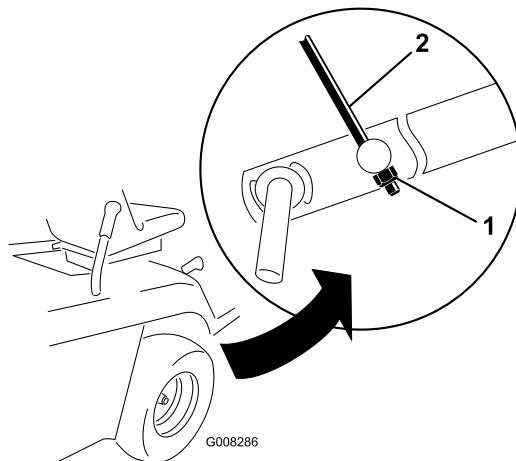

Figure 44
9. Réglez le contre écrou M8 à l'extrémité de l'ensemble tige de réglage de hauteur jusqu'à ce que la tige soit légèrement tendue (Figure 44).